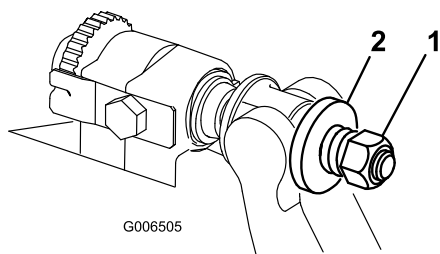

图 32
4. 均匀旋紧两侧的锁紧螺母直至用手无法再旋动外侧钢垫圈。然后旋松锁紧螺母直至刚刚可以用手旋动外部钢垫圈但底刀架不再轴向串动 图 32。
10. 旋紧每个底刀架调节器总成上的螺母直到加压弹簧完全压缩然后往回松开 1/2 圈图 32。